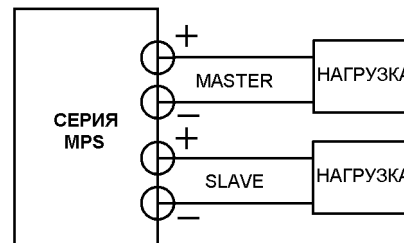

Рисунок 4-2. Режим независимых источников
- F. Рис. 4-2 иллюстрирует процедуру подключения.